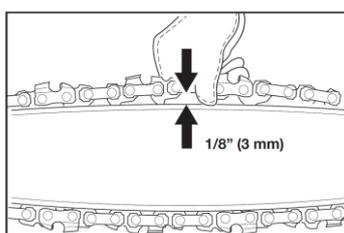
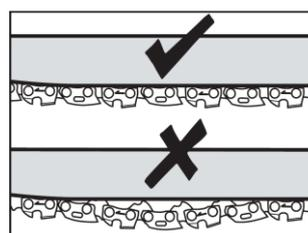

Fig. 1
Fig. 3
1. Verifique a tensão da corrente puxando ela para cima. Uma corrente devidamente tensionada deve ter cerca de 3mm (1/8") de distância entre ela e a guia da barra (Fig. 1).
3. Para ajustar a tensão da corrente, a tensão estará correta quando os elos da corrente não escapam da guia/ranhuira da barra quando a corrente é puxada do meio da barra (Fig. 1). Girar o parafuso de tensionamento no sentido horário aumenta a tensão. Girar no sentido anti-horário diminui a tensão. Uma corrente devidamente tensionada não deve ter curvatura (Fig. 3) e só deve ser puxada 3mm (1/8") da barra.